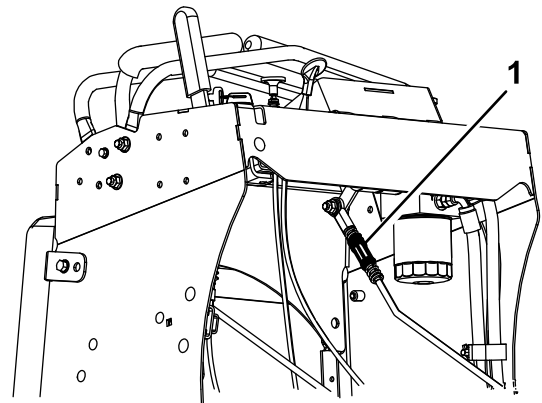

Figura 47
5. Gire la varilla de ajuste del lado izquierdo de la máquina (Figura 47).